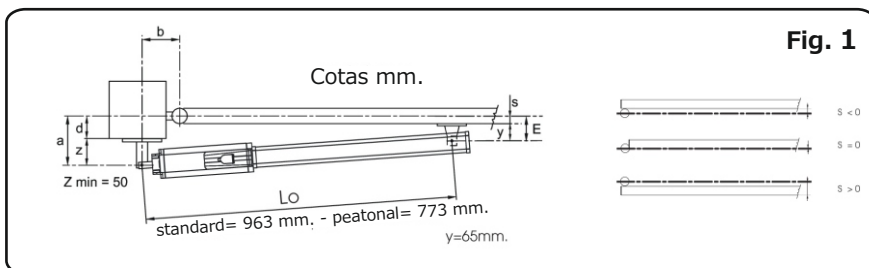

Fig. 1
- A) Fije el empalme posterior en el pilar siguiendo las indicaciones de las tabla A, modifique, si fuera necesario, la medida de el largo de el empalme suministrado en dotación (fig. 1);